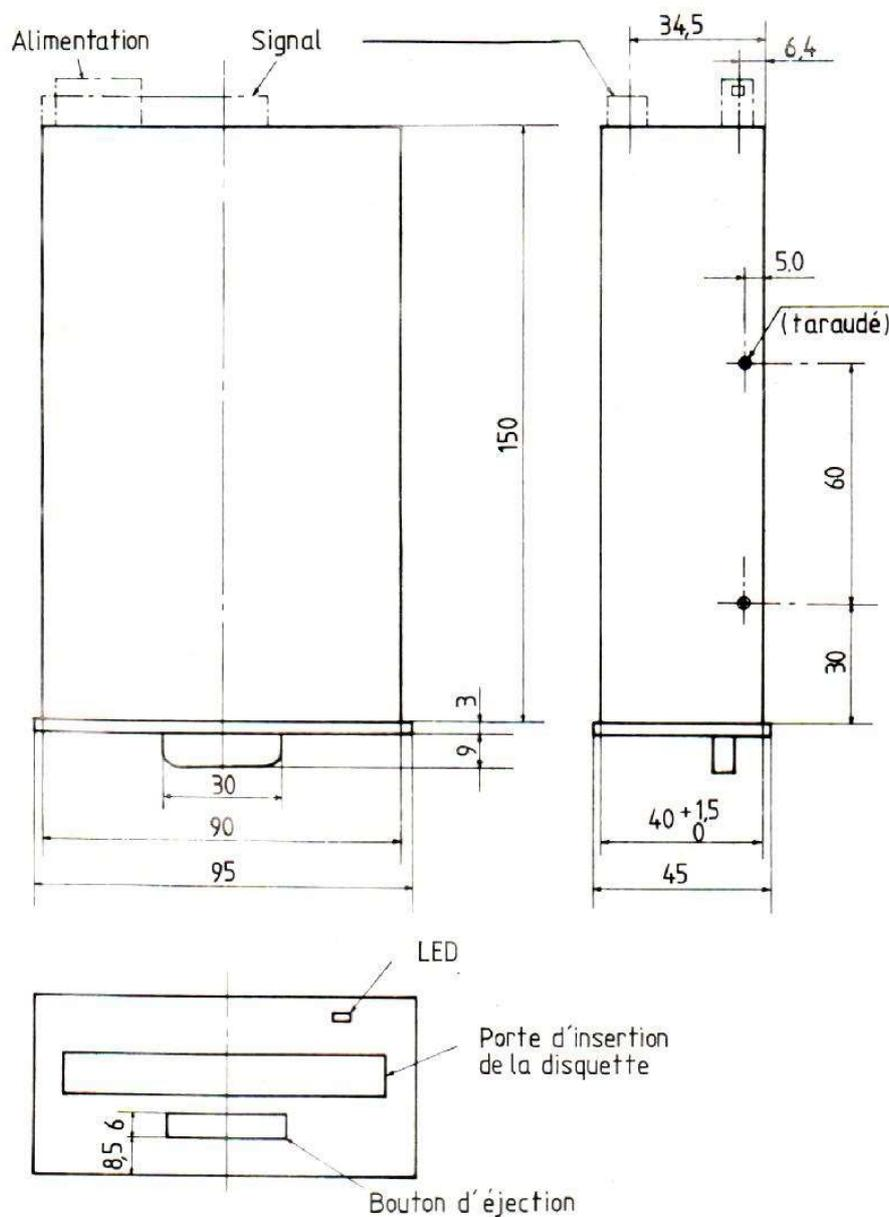
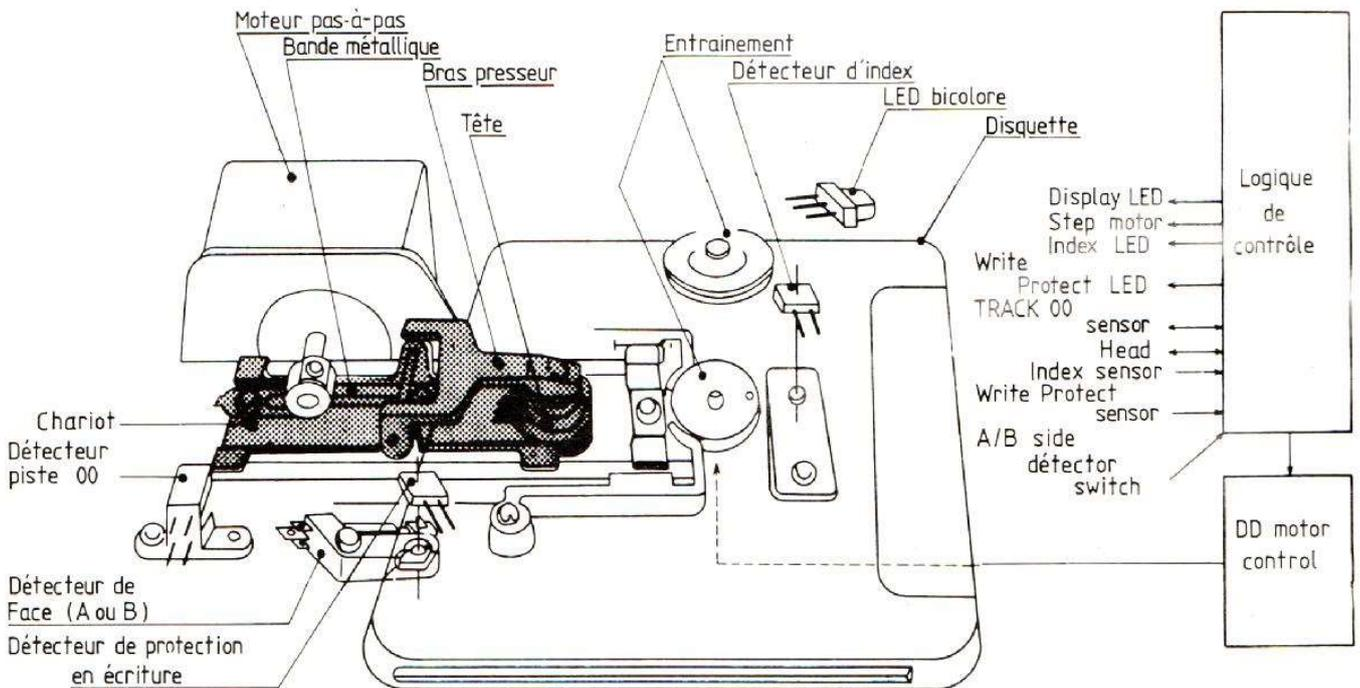

Fig. 1. — Les dimensions d'un lecteur de microdisquettes.
Fig. 3. - Schéma simplifié d'un lecteur de microdisquettes.
Le principe général des lecteurs de microdisquettes est analogue à celui des lecteurs de disquettes 5 pouces mais la technologie en est différente et la petite taille de la microdisquette permet de réduire encore l'encombrement du lecteur. Les cotes d'un tel lecteur vous sont indiquées en figure 1 et vous pouvez constater vous-même que ce n'est pas gros.
En ayant vu leurs dimensions sur la figure 1, vous vous doutez bien que ces lecteurs sont des petits bijoux de mécanique et d'électronique. Il faut cependant en avoir un en mains pour apprécier pleinement la maîtrise du constructeur d'un tel dispositif. La figure 3 nous montre un schéma éclaté permettant de rappeler le principe de fonctionnement d'un tel lecteur. Il comporte essentiellement deux moteurs : un moteur pas-à-pas de positionnement de la tête et un moteur sans collecteur ni balais d'entraînement de la disquette. Le positionnement de la tête se fait au moyen d'un ruban métallique tendu qui s'enroule plus ou moins autour de l'arbre du moteur. Nous vous avons dit, lors de la présentation des lecteurs Tandon qui utilisaient déjà cette méthode, que c'était un système de positionnement très précis, en voici une preuve. La tête est montée sur un chariot entraîné par ce ruban, chariot dont la partie arrière, en passant dans la fourche d'un détecteur optoélectronique, indi-
- Taille, voir figure 1.